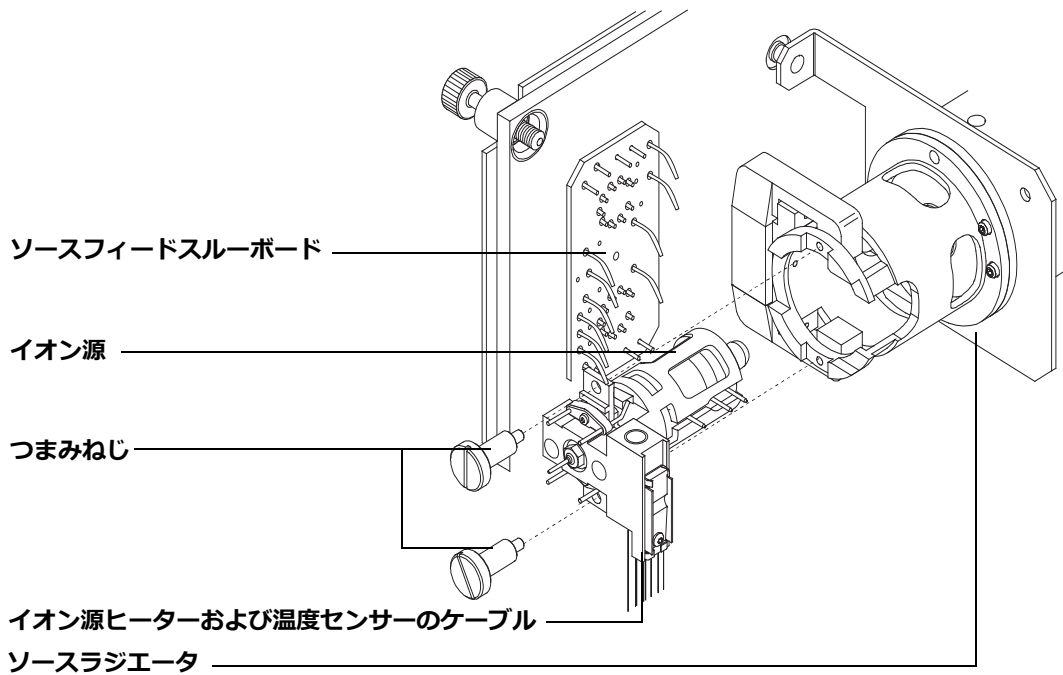

図 20 EI イオン源を取り外します。
- 3 イオン源から出ているケーブルを外します。ケーブルを必要以上に曲げないでください (図 20、表 15)。
- 4 イオン源ヒーターと温度センサーから、フィードスルーボードへ伸びているケーブルをたどります。このケーブルを抜きます (図 20)。